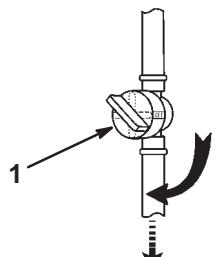

Bild 9
- Öffnen Sie den Kraftstoffhahn (Bild 9), der sich zwischen dem Kraftstofftank und dem Motor befindet. Der Hahn sollte mit der Kraftstoffleitung ausgerichtet sein.